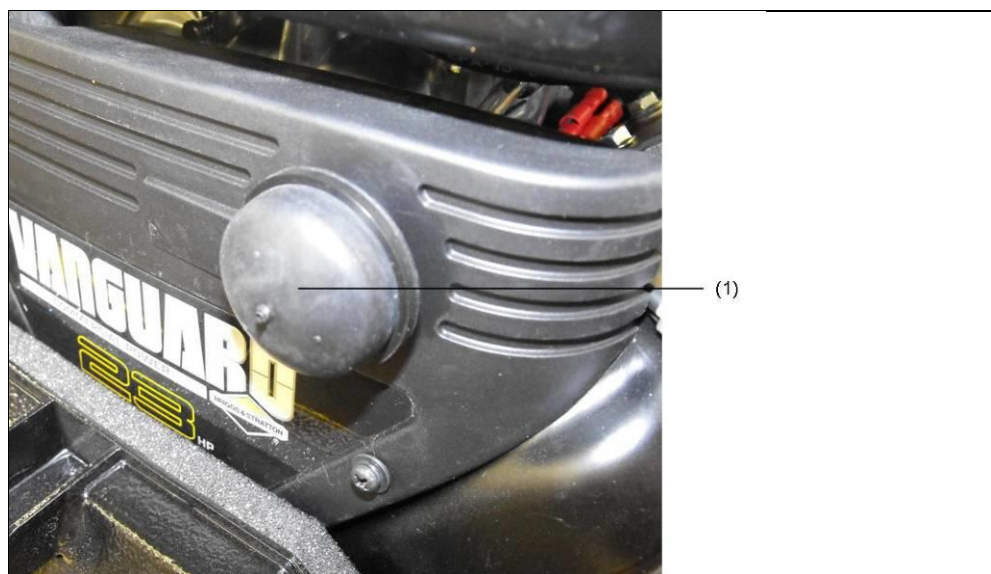

Abb. 4-2: Notstart
3. Bei dem Modell ESE 1308 / 1408 muss die manuelle Kraftstoffpumpe (siehe Abb. 4-2-(1)) 3x betätigt werden.